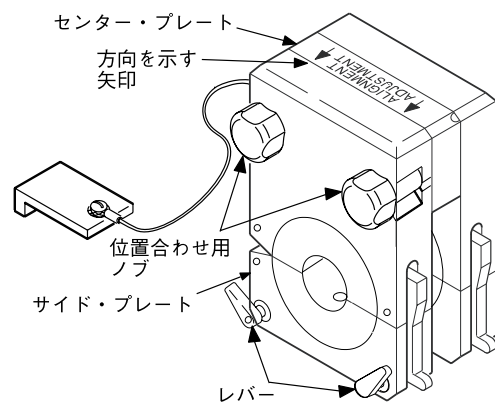

図 17：サイド・プレートを緩める
1. フィクスチャー・ブロックをひっくり返し、センター・プレート上の方向を示す矢印を見つけます。この矢印は、適切なサイド・プレートを指し示しています。図 17 をご参照ください。
2. サイド・プレートをセンター・プレートから緩める程度に2個の位置合わせ用ノブを緩めます。図 17 をご参照ください。